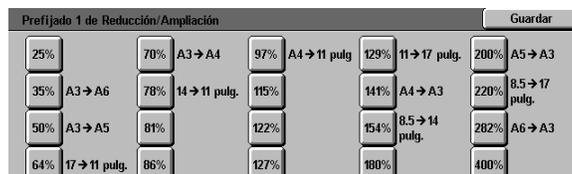

Figura 44: Prefijado de Reducción/Ampliación
- Si seleccionó la opción Prefijado de Reducción/Ampliación, pulse el botón del porcentaje deseado en la pantalla Prefijado de Reducción/Ampliación (Figura 44).